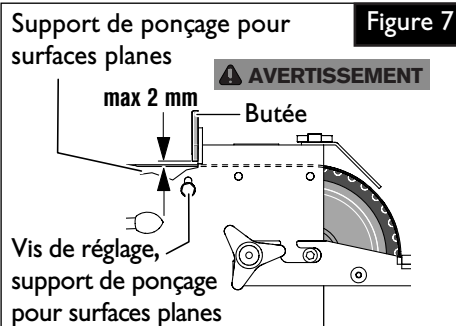

Figure 7
7.3 Ajuster le support de ponçage pour surfaces planes (Figure 7).
- S'assurer que la cote de la fente est bien réglée. (Figure 7)